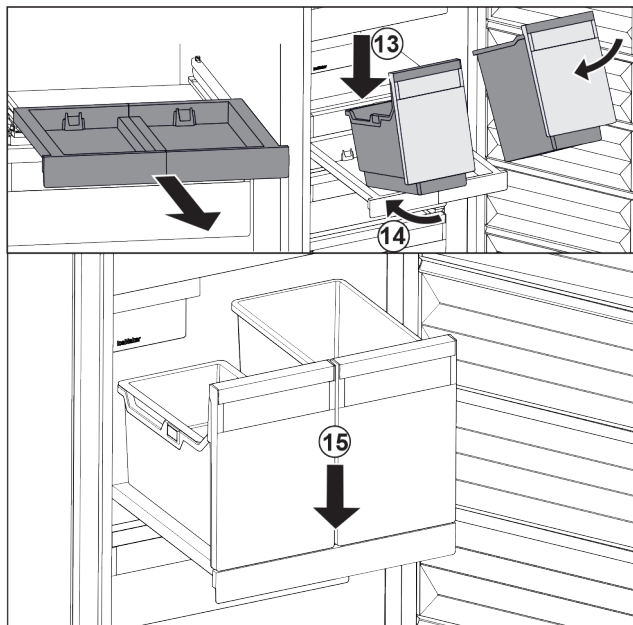

Fig. 145
- Stavite spremnik ukoso na izvlačnu ploču. Fig. 145 (13)
- Gurnite spremnik ukoso prema natrag. Fig. 145 (14)
- Spustite spremnik naprijed. Fig. 145 (15)